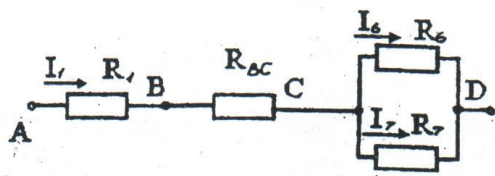

Рис. 8
Теперь схема цепи примет вид, приведенный на рис. 8.
10. На рис. 8 видно, что на участке ВС верхняя ветвь представляет собой последовательное соединение резисторов R_2 и R_{34} поэтому $I_{2-4} = I_2 = I_{34} = 2$ (см. первое свойство данного вида соединения).